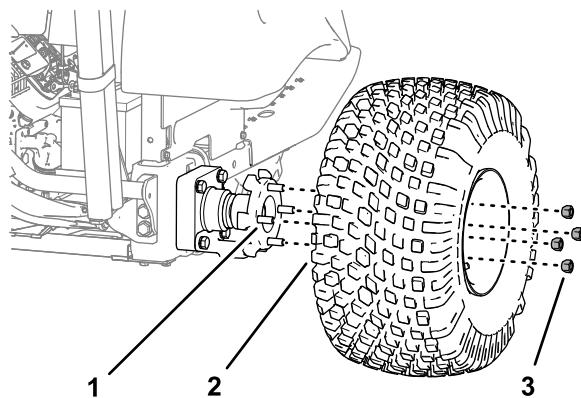

Figura 30
2. Retire as quatro porcas das rodas que prendem a roda ao cubo e retire a roda e pneu (Figura 30).
7. Monte o pneu e a roda nos parafusos do cubo da roda (Figura 30) com as quatro porcas das rodas que removeu no passo 2 e aperte as porcas à mão.